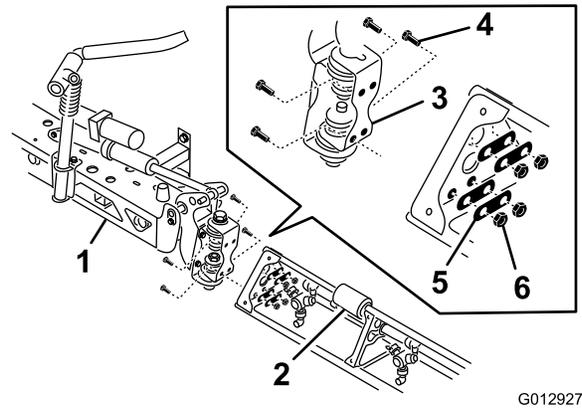

Figure 30
7. Montez le prolongement de la rampe centrale sur la plaque d'articulation avec les quatre boulons, quatre rondelles et quatre écrous retirés à l'opération 6, comme illustré dans la Figure 30.